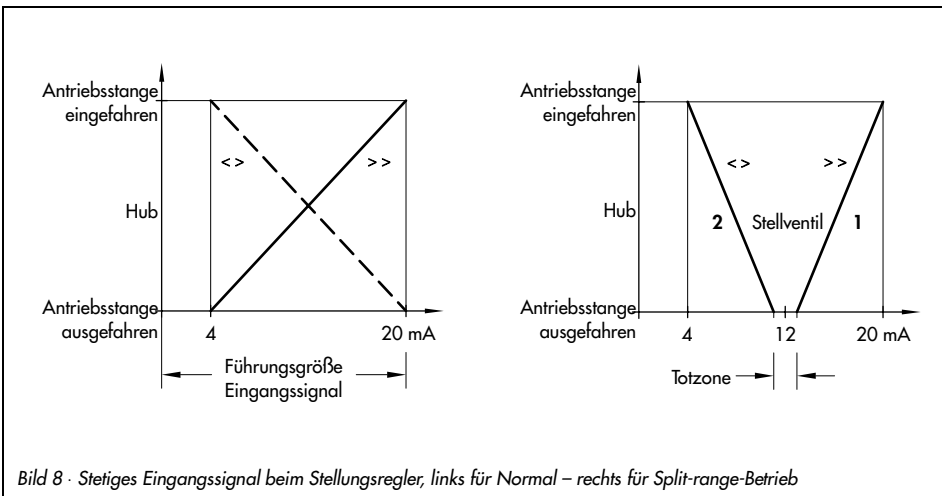

Bild 8 · Stetiges Eingangssignal beim Stellungsregler, links für Normal – rechts für Split-range-Betrieb
Der Stellantrieb wird durch ein eingepprägtes Gleichstrom- oder Gleichspannungssignal als Führungsgröße angesteuert. Dieser Führungsgröße, im Normalfall ein Bereich von 4 bis 20 (0 bis 20) mA oder 2 bis 10 (0 bis 10) V muss der Hub des Stellventiles zugeordnet werden (Bild 8 links).
Im Split-range-Betrieb arbeiten die Stellventile mit kleineren Führungsgrößen. Dazu wird das Reglersignal zur Ansteuerung zweier Stellventile so unterteilt, dass sie bei jeweils halbem Eingangssignal ihren vollen Hub durchlaufen (z.B. erstes Stellventil eingestellt auf 4 bis 12 mA und zweites Stellventil auf 12 bis 20 mA (Bild 8 rechts)).
1. Nockenscheibe (1) mit Spindel (2) verstellen, bis der Schaltkontakt über die Rolle (2) ausgelöst wird. Danach Spindel eine Umdrehung zurückdrehen.
2. Zahnräder des Widerstandsferngebers in ihrer Position festhalten und Potentiometerachse mit Schraubendreher bis zum Anschlag nach links stellen (Bild 8).
Um ein Überschneiden der Stellventile bei der Einstellung zu vermeiden, sollte eine Totzone von z.B.  $\pm 1$  mA berücksichtigt werden (Bild 8 rechts).